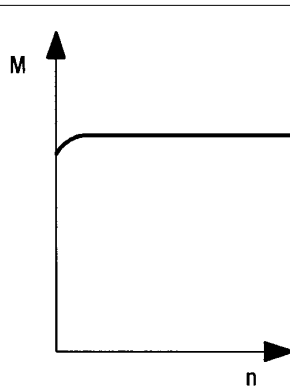

Fig. 3
Setzt man den Außenrotor fest, entsteht aus einer Kupplung eine Bremse. Bei feststehendem Außenrotor sind die Schleifringe zur Stromzufuhr nicht nötig. Die Stromzufuhr erfolgt über Flachzungenstecker am Außenrotor. Nach diesem Prinzip sind Magneta-Magnetpulverbremser aufgebaut (Fig. 3).
If the external rotor is fixed, the clutch operates as a brake. If the external rotor is fixed, slip rings are not required for the power input. The power input is effected by spade connectors on the external rotor. This is the principle of all Magneta magnetic particle brakes (Fig. 3).
Si l'on immobilise le rotor extérieur, l'embrayage se transforme en frein. Lorsque le rotor extérieur est immobilisé, les bagues collectrices destinées à l'apport de courant s'avèrent superflues. L'apport de courant se fait à l'aide d'une fiche plate de raccordement au niveau du rotor extérieur. Les freins à poudre magnétique Magneta obéissent à ce principe de construction (fig.3).
- $M$  unabhängig von der Drehzahl einstellbar (Fig. 3)
- $M$  adjustable independently of torque (fig. 3)
- $M$  réglable indépendamment de la vitesse (fig. 3)